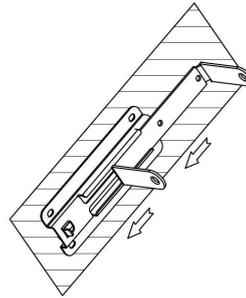

Fig.3
5. Glissez l'enrouleur sur le support de montage, puis fixez-le avec une vis 1*6*10mm. Voir Fig.3